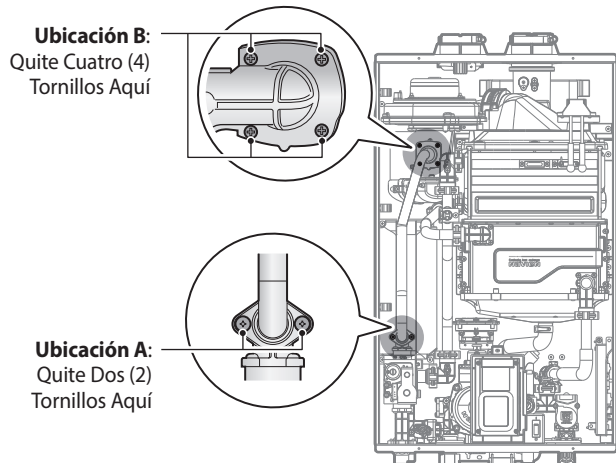

Figura 3. Separación de la Válvula de Gas del Tubo de Entrada de Gas y el Conjunto del Motor del Ventilador
- Utilice un destornillador Phillips para quitar los dos tornillos de la ubicación A: la conexión bajo la válvula de gas donde se conecta al tubo. Consulte la Figura 3 como referencia. Una vez quitados los tornillos, separe cuidadosamente el tubo de la válvula de gas.